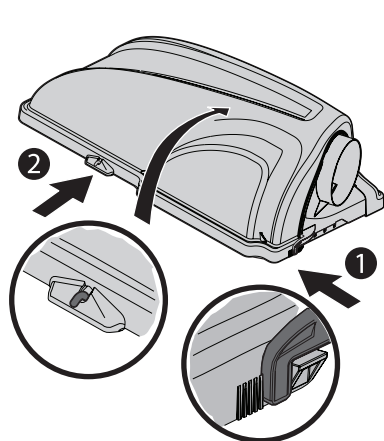

Figure 29
1. Ouvrez le couvercle du bac récupérateur en pressant sur la languette arrière droite avec votre main droite comme indiqué (1) et en soulevant le couvercle à partir du milieu avec votre main gauche (2) comme indiqué dans la Figure 29.